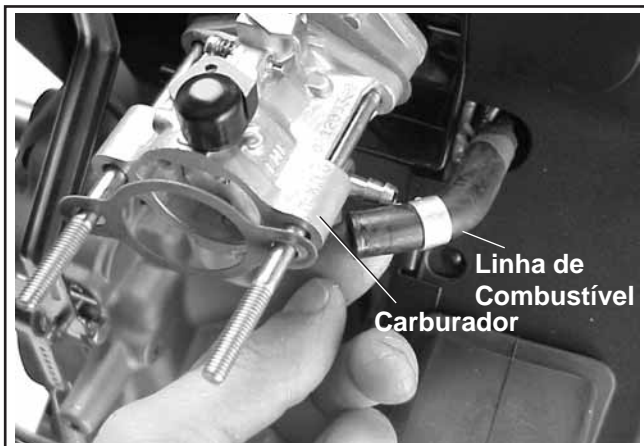

Figura 9-10. Retirar a Linha de Combustível do Carburador.
1. Retire a linha de combustível do acessório de entrada do carburador. Consulte a Figura 9-10.